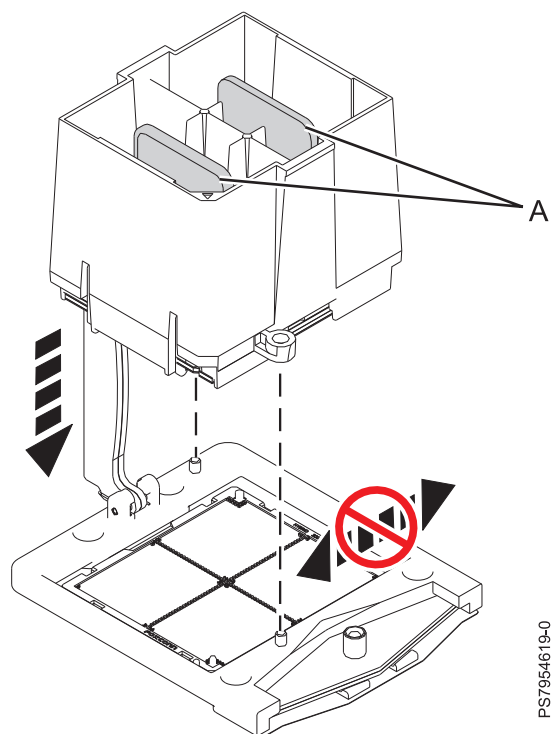

図 42. マイクロプロセッサの取り付け
- ツールとマイクロプロセッサの穴とガイド・ピンが正しく位置合わせされたら、しっかりと止まるまで 2 つのツール・タブ (A) を互いに引き寄せるようにつまみます。次に、ツールを持ち上げてマイクロプロセッサから外します (85 ページの図 42 を参照)。